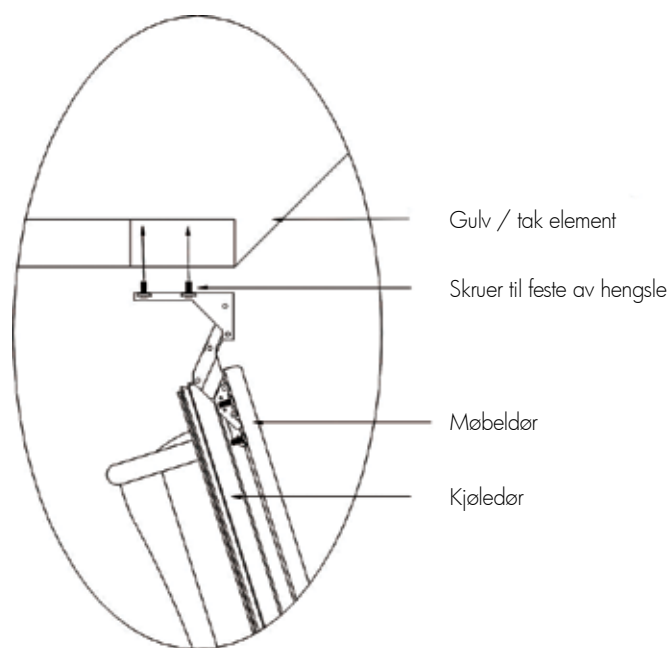

Fig 5
3. Dør til skrog. Skru først ut festeskruer for hengsler som står skrudd fast i gulv og tak på valgt hengsleside med vedlagt umbrakonøkkel. Åpne hengslene som er montert på kjøledør. Døren holdes i åpen stilling, mens hengsleskruene tres gjennom hull i hengsler og skrues inn (ikke helt fast) i gulv og tak - se fig. 5.